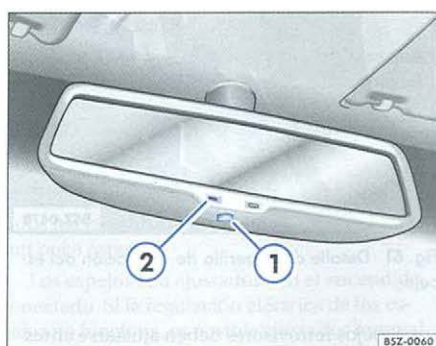

Fig. 60 Detalle del interruptor del espejo con anti-deslumbrante automático
- Presione el interruptor ⇒ página 81, fig. 60 ① para conectar o desconectar el antideslumbrante automático.
Con el encendido conectado, el espejo interno oscurece *automáticamente* en función de la incidencia de luz. Al aplicarse la marcha atrás, el espejo retorna a la posición inicial. Cuando el sistema antideslumbrante automático está conectado, se enciende la luz indicadora ⇒ página 81, fig. 60 ②.